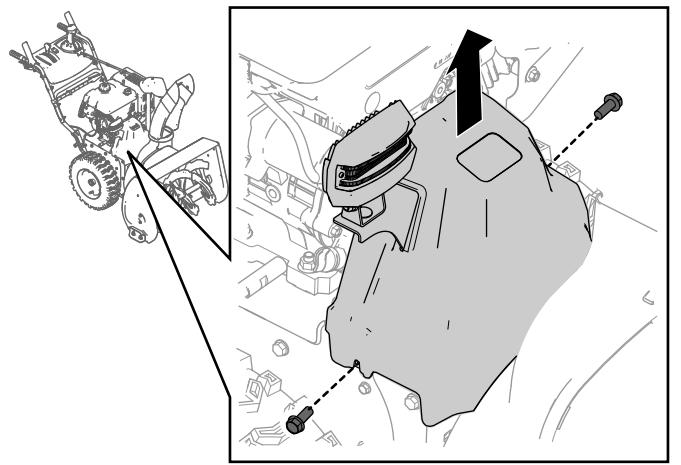

Рисунок 35
1. Отверните 2 винта крепления крышки ремня (Рисунок 35) на месте.
2. Снимите крышку ремня (Рисунок 35).